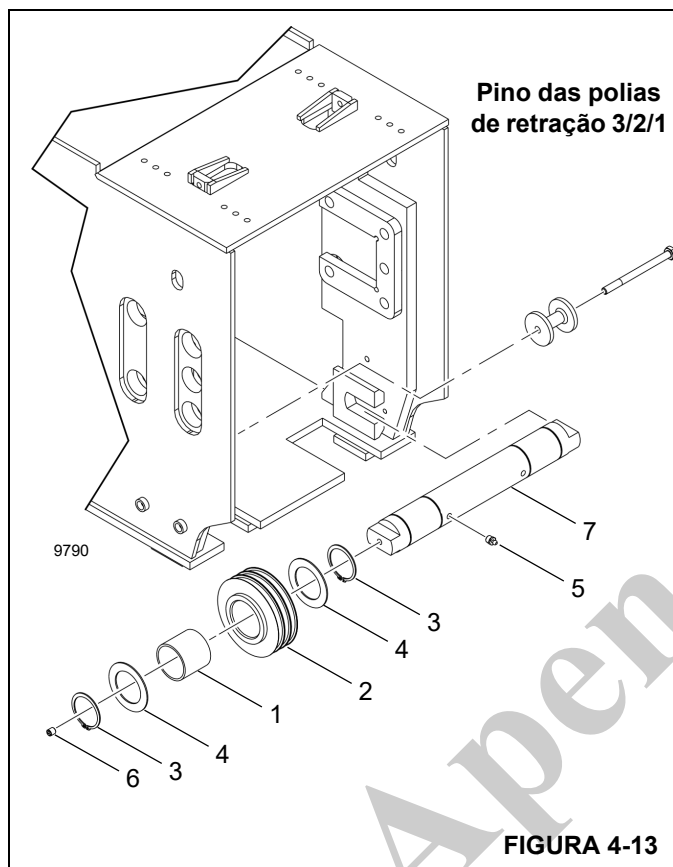

FIGURA 4-13
6. Desmonte o pino do cabo de retração 3/2/1 (7, Figura 4-13) da seguinte forma:
- a. Remova os anéis de pressão (3) e as arruelas (4).
- b. Remova as polias de retração 3/2/1 (2).
- c. Remova os rolamentos (1) das polias de retração 3/2/1.
- d. Remova os bujões (6).
- e. Remova as graxas (5).